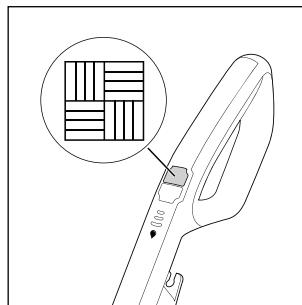

Fig. 13
- ◆ Tryk på kontakten hårdt guld ⑯ for at tænde for produktet (se fig. 13). LED i kontakten hårdt guld ⑯ lyser blåt.
- ◆ Tryk på kontakten hårdt guld ⑯ igen for at slukke for produktet (se fig. 13).